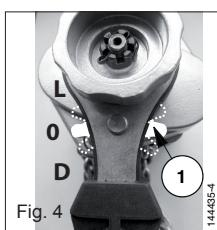

Fig. 4
2. Poner la palanca del selector (ítem 1 fig. 4) de movimiento en posición neutra "0".
4. Si el volante está bloqueado, colocar el selector en la posición "D" (fig. 4) y tirar manualmente hacia abajo el ramal de carga equipado con el gancho. Volver a colocar el selector en la posición "0" y tirar de la cadena liberada de este modo mediante el el tope de fin de carrera bajo.